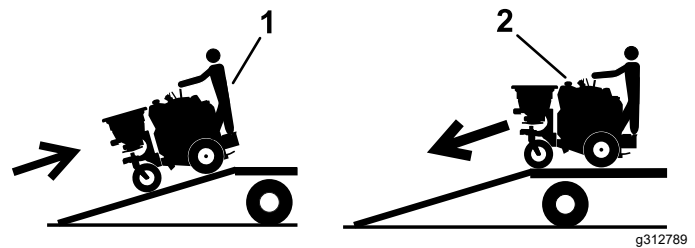

Figura 57
5. Suba la máquina a la rampa hacia adelante (Figura 57).